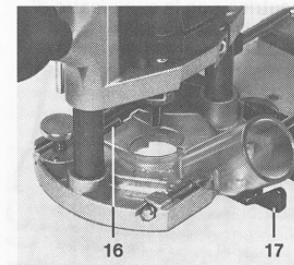

Fig. 5
Mettre en place la tubulure d'aspiration par sa plaque au-dessous de l'une des languettes (16) de la semelle de la défonceuse. Puis presser la tubulure contre la semelle et amener le levier (17) dans l'axe de la tubulure (jusqu'à ce qu'il encliquète) (fig. 5).